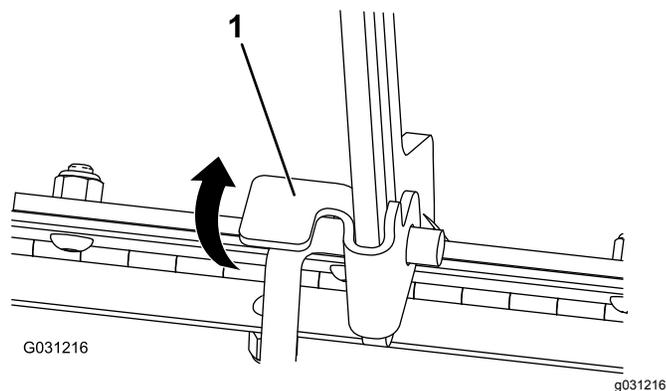

Рисунок 33
- Приподнимите лапку, которая крепит подпорную штангу (Рисунок 33)